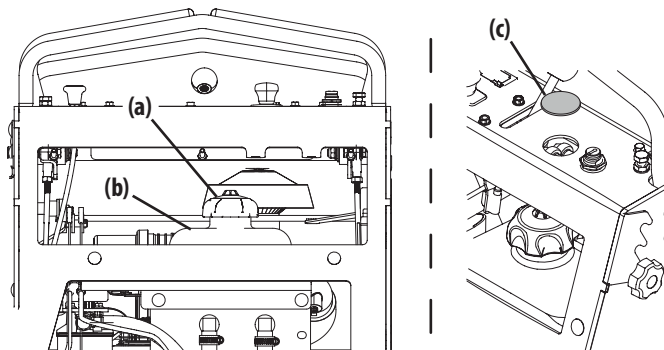

Figure 28
4. Retirez le bouchon du réservoir d'huile de la transmission hydrostatatique (a) (Figure 28).
5. Tondeuses avec plateaux de coupe de 48, 54 ou 60 pouces uniquement : Insérez un entonnoir dans le réservoir (b) (Figure 28).
6. Tondeuses avec plateau de coupe de 36 pouces uniquement (Figure 28) :
- a. Retirez le capuchon noir (c) du panneau de commande en passant la main sous le panneau, en serrant les deux languettes et en poussant vers le haut (Figure 28).